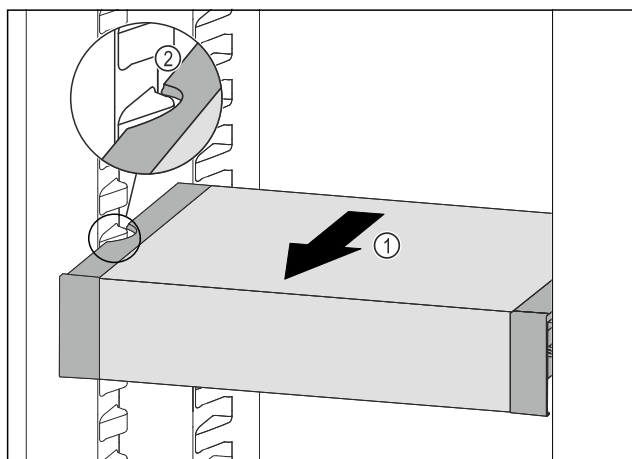

Fig. 134
- VarioSafe naar voren trekken Fig. 134 (1), tot de uitsparingen aan de zijkant van de VarioSafe zich ter hoogte van de rib in het koelgedeelte bevinden. Fig. 134 (2)